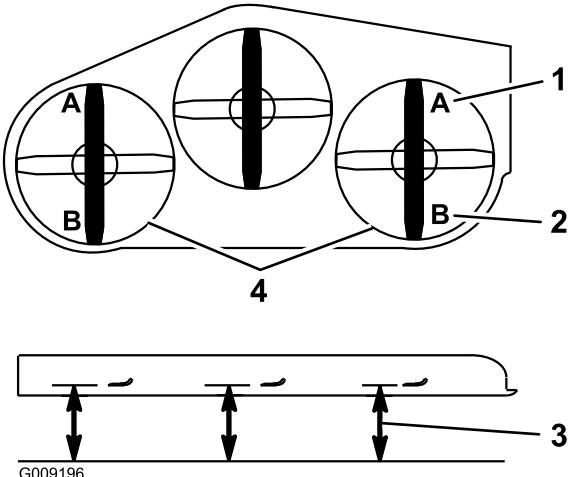

Figure 72
9. De chaque côté du plateau de coupe, mesurez la distance entre la surface plane et la pointe avant de la lame (position A). Il faut obtenir un écart de 7,6 cm (Figure 72).
- De chaque côté du plateau de coupe, mesurez la distance entre la surface plane et la pointe arrière de la lame (position B). Il faut obtenir un écart de 8,3 cm (Figure 72).